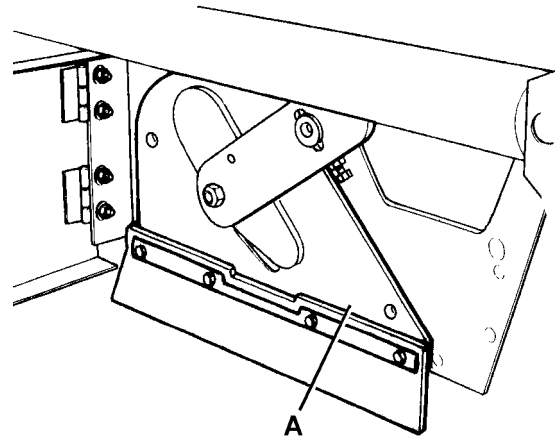
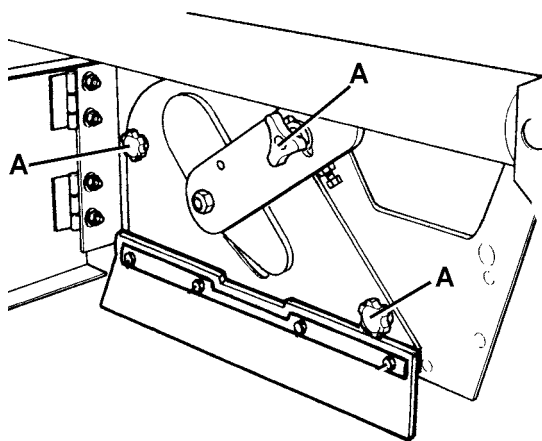

Abbildung 6
Abbildung 5
1. Die Maschine auf einen flachen Boden stellen und die Feststellbremse mittels des Pedals (76) und des Hebels (69) betätigen.
2. Den Zündschlüssel (68) auf „0“ drehen und ihn herausziehen.
3. Die Haube (22) öffnen und den Batteriestecker (25) trennen.
4. Den Befestiger (8) lösen und die rechte Klappe (7) öffnen.
5. Die Knöpfe (1, Abb. 5) ausschrauben und entfernen.
6. Den Deckel des Hauptkehrwalzenraums (A, Abb. 6) entfernen.
11. Den Deckel des Hauptkehrwalzenraums (A, Abb. 6) einsetzen und die Knöpfe (A, Abb. 5) einschrauben.
12. Die rechte Klappe (7) schließen und den Befestiger (8) einrasten.